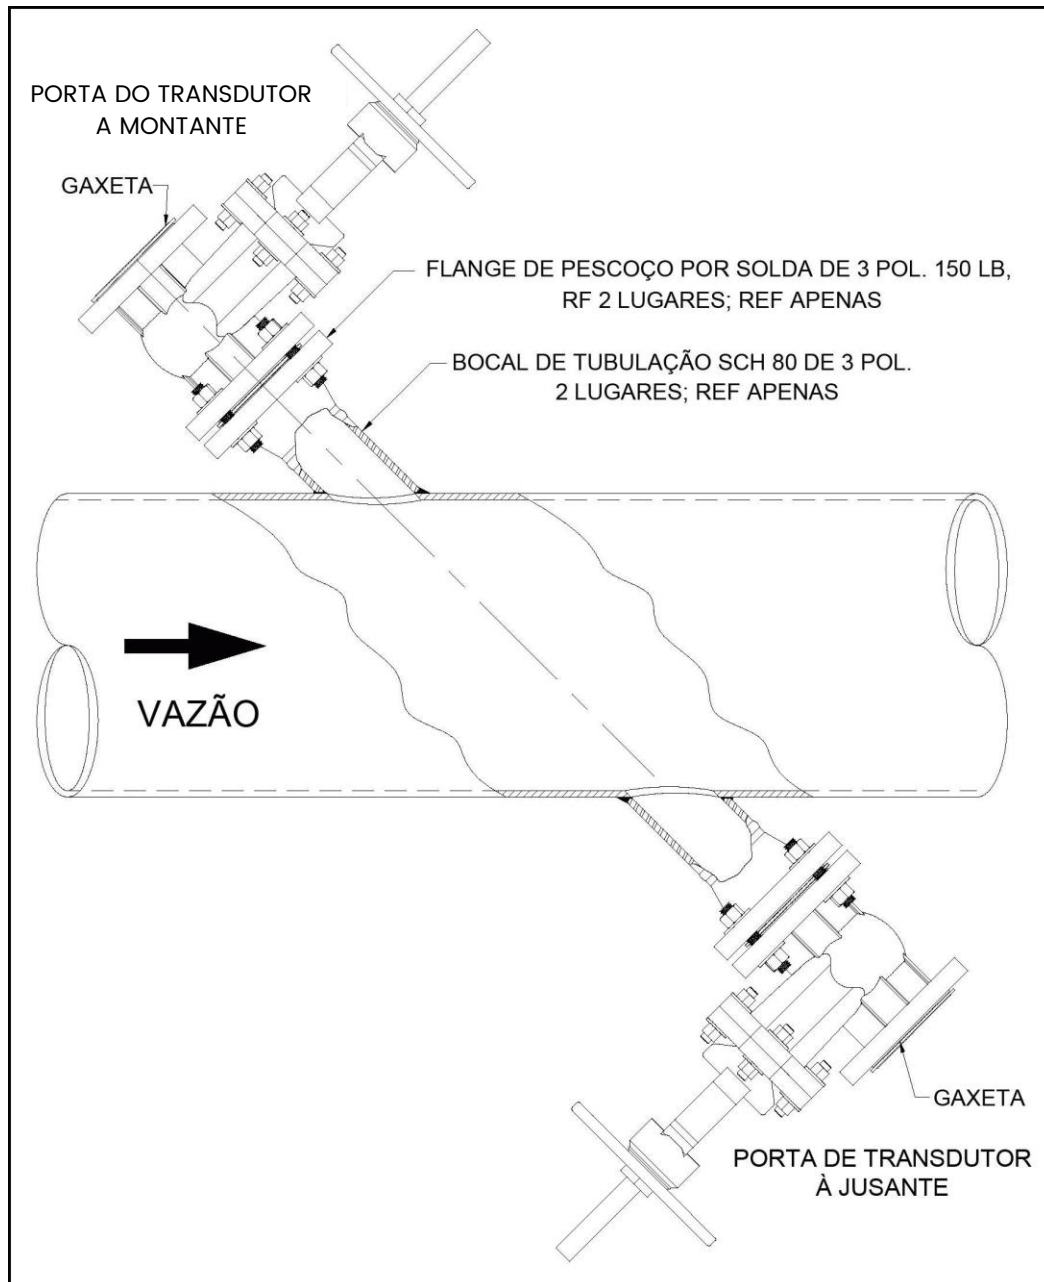

Figura 14: Conjunto de faixa de velocidade padrão
2. Verifique se as válvulas de isolamento estão bem instaladas com gaxetas e ferragens. Depois, insira a gaxeta na face de cada válvula de isolamento (consulte a Figura 14 abaixo ou a Figura 15 na página 48).